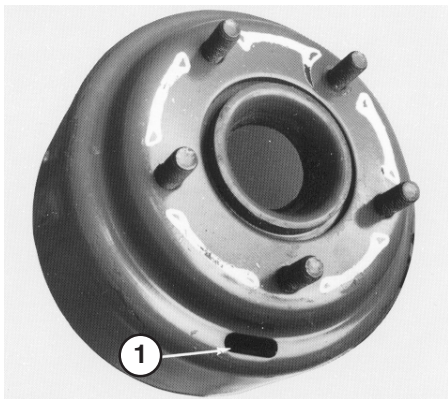
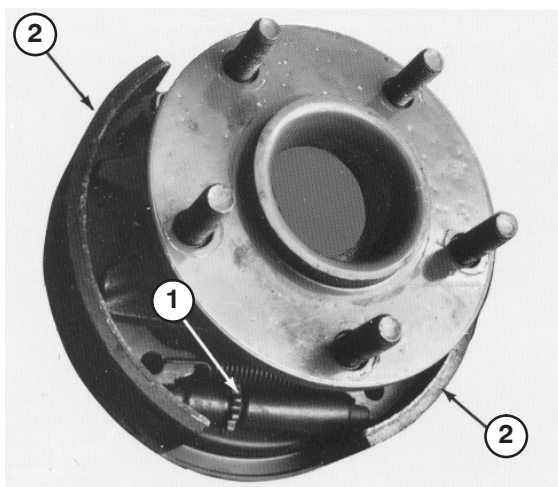

Bild 70
Bild 71
5. Nehmen Sie die Radmuttern ab und schieben Sie Rad und Reifen von den Zapfen. Drehen Sie die Bremstrommel, bis der Einstellungsschlitz unten und mittig über der Sternmutter liegt, mit der die Bremsschuhe eingestellt werden (Bild 70).
6. Drehen Sie die Sternmutter (Bild 70) mit einem Bremseinstellwerkzeug oder einem Schraubenzieher nach unten, bis die Bremstrommel (Bild 71) aufgrund des Drucks der Bremsschuhe (Bild 71) nach außen einrastet.